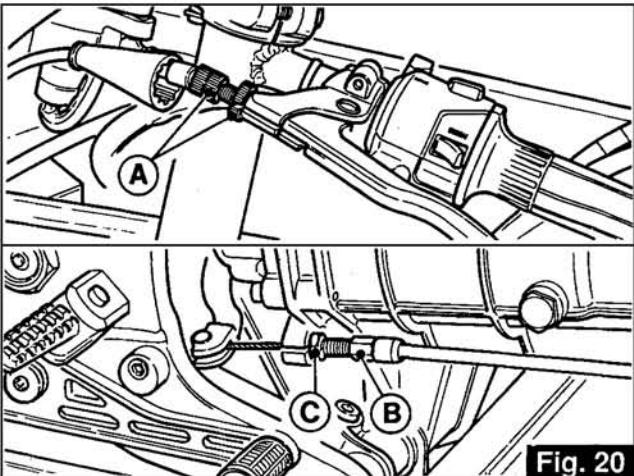

Fig. 20
5.1 RÉGLAGE DU LEVIER D'EMBRAYAGE (fig. 20)
5.1 EINSTELLUNG DES KUPPLUNGSHEBELS (Abb. 20)